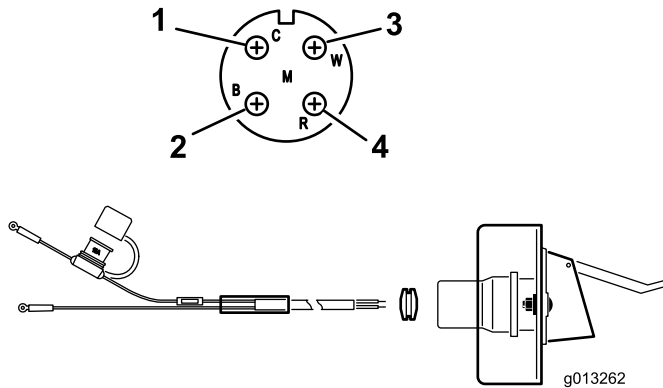

Bild 9
2. Verlegen und befestigen Sie das Elektrokabel von der Batterie zur Steckdosenhalterung (Bild 9).
- Stecken Sie die Drähte durch die Steckdosen-Halterung und befestigen Sie die schwarze Gummidichtung über den Drähten (Bild 9).